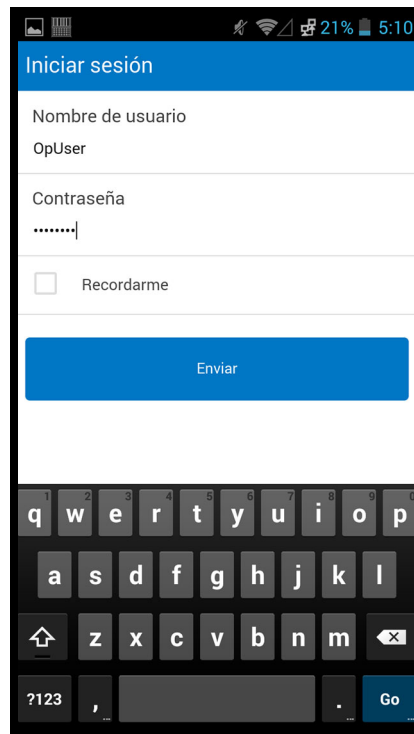
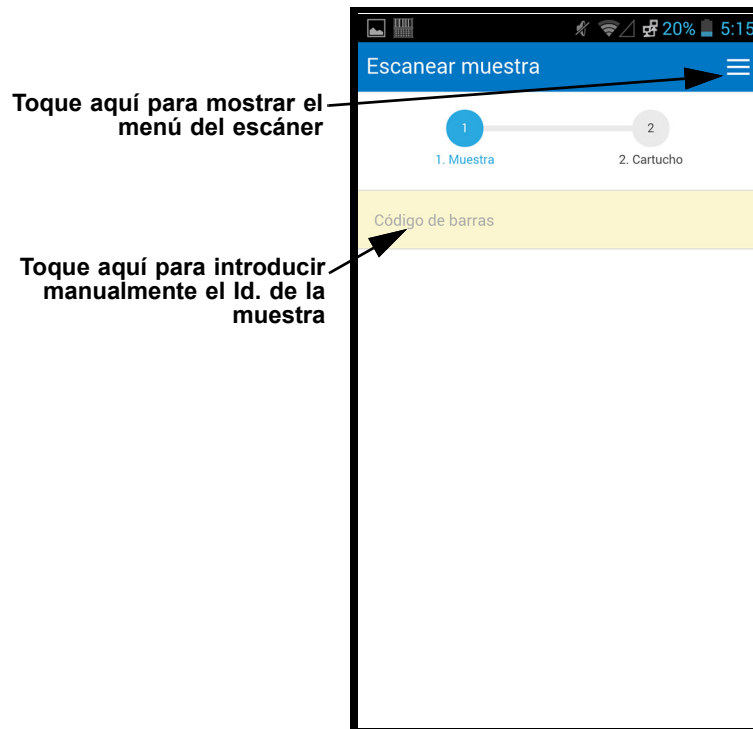
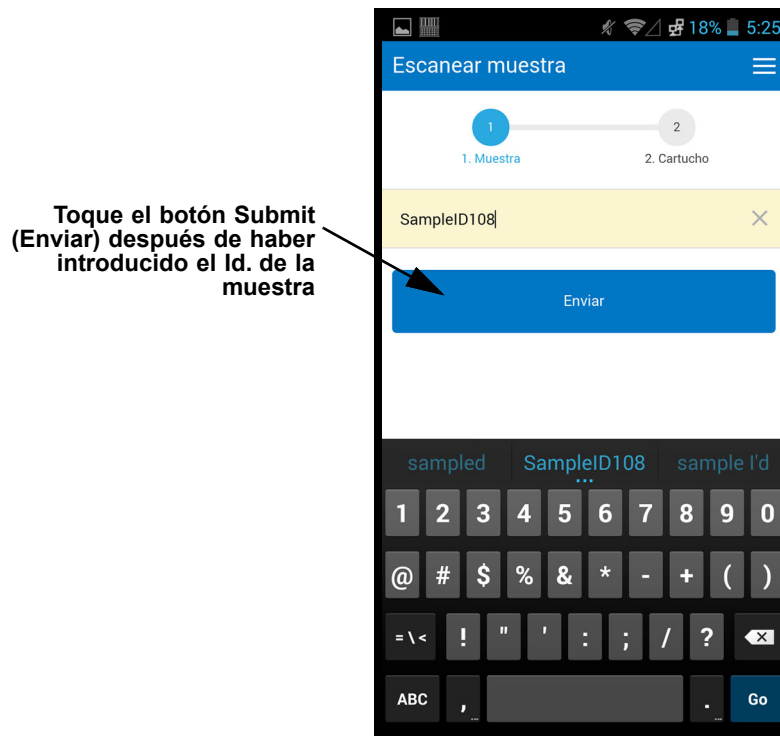

Figura 5-101. Pantalla Login (Inicio de sesión) del escáner Cepheid Link
Figura 5-102. Pantalla Scan Sample (Escanear muestra) del Cepheid Link
Figura 5-105. Introducción manual del código de barras del Id. de la muestra
3. Inicie sesión en el escáner Cepheid Link usando su nombre de usuario y la contraseña asignados (consulte la figura 5-101). Se mostrará la pantalla Scan Sample (Escanear muestra). Consulte la figura 5-102.
- 1) Toque el área **Barcode (código de barras)** de la pantalla (consulte la figura 5-102). Se mostrará un teclado (consulte la figura 5-105) para introducir el Id. de la muestra manualmente.
- Si el cartucho no se empareja correctamente con la muestra, se mostrará la pantalla de error (X roja) además de un mensaje de error (consulte la figura 5-108 para ver un ejemplo). Toque el botón **Ok (Aceptar)** para regresar a la pantalla Scan Cartridge (Escanear cartucho). El escáner volverá a la pantalla Scan Sample (Escanear muestra) (consulte la figura 5-102).
- El escáner mostrará la pantalla Confirmation (Confirmación) (consulte la figura 5-110), si las alícuotas no son necesarias y si está habilitada la opción de confirmación, o volverá a la pantalla Scan Sample (Escanear muestra) (consulte la figura 5-102).
- Toque **Start Over (Volver a empezar)** para no escanear la alícuota y volver a la pantalla Scan Sample (Escanear muestra). Consulte la figura 5-102. Después de tocar el botón **Start Over (Volver a empezar)**, aparecerá una pantalla de confirmación.
- Si el ensayo está configurado para alícuotas pero la muestra no ha sido dividida en alícuotas, toque **Skip (Omitir)** para omitir el escaneo de una alícuota. El escáner mostrará la pantalla Confirmation (Confirmación) (consulte la figura 5-110), si las alícuotas no son necesarias y si está habilitada la opción de confirmación, o volverá a la pantalla Scan Sample (Escanear muestra) (consulte la figura 5-102).
- Toque **Start Over (Volver a empezar)** para no escanear la alícuota y volver a la pantalla Scan Sample (Escanear muestra) (consulte la figura 5-102). Después de tocar el botón **Start Over (Volver a empezar)**, aparecerá una pantalla de confirmación.
7. **(Opcional)** El escáner mostrará la pantalla Confirmation (Confirmación) (consulte la figura 5-110), si está habilitada, o volverá a la pantalla Scan Sample (Escanear muestra) (consulte la figura 5-102).
8. Si se muestra la pantalla Confirmation (Confirmación), toque **Start Over (Volver a empezar)** para ir a la pantalla Scan Sample (Escanear muestra). Consulte la figura 5-102.
10. Cuando se hayan escaneado todas las muestras y cartuchos cierre sesión en Cepheid Link. Acceda al menú del escáner tocando el icono de menú en el menú desplegable (consulte la figura 5-102). Se mostrará el menú del escáner. Consulte la figura 5-111.
12. En el cuadro de diálogo de cierre de sesión, toque **OK (Aceptar)** para cerrar la sesión del escáner (consulte la figura 5-112). Se mostrará la pantalla Login (Inicio de sesión). Consulte la figura 5-101.